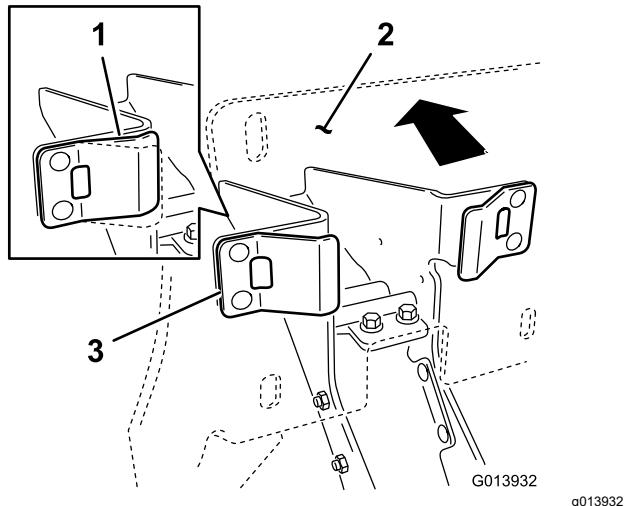

图 9
1. 确保塑料挡块与弹簧凸耳接触对托架的背板总成施加足够的压力以将弹簧凸耳压缩到中间图 9。